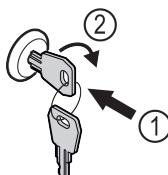

Fig. 194
- Vstavite ključ. Fig. 194 (1)
- Ključ obrnite v smeri urnih kazalcev za 90°. Fig. 194 (2)